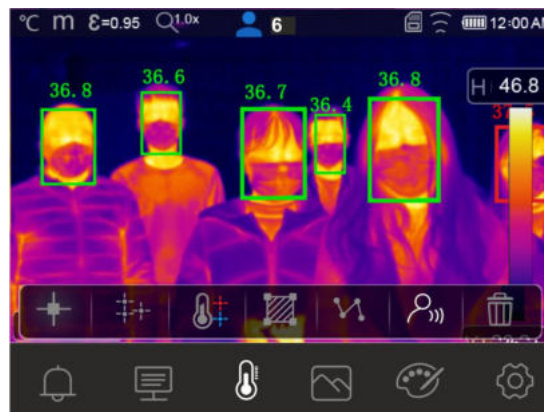

Fig. 35: Modo Faccia su più persone
7. Il Modo Faccia permetta la valutazione della temperatura facciale su più persone (**fino a 10 persone**) simultaneamente (vedere Fig. 35). Il contatore “” presente nella parte alta del display indica il numero di rilevazioni statisticamente valide